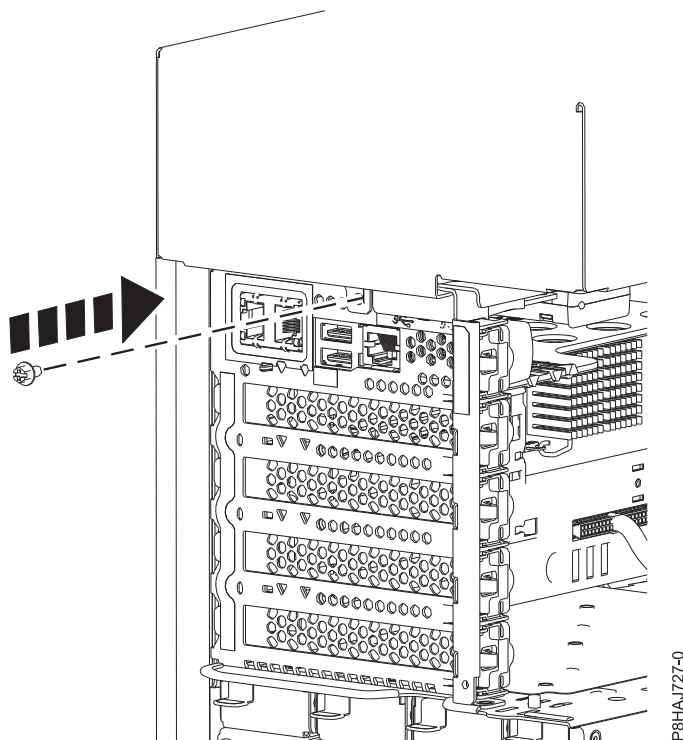

Figura 39. Col·locació del cargol de la coberta lateral model 8286-41A
5. Col·loqueu el cargol posterior de la coberta lateral amb un tornavís Phillips, tal com es mostra a la Figura 39 a la pàgina 56.